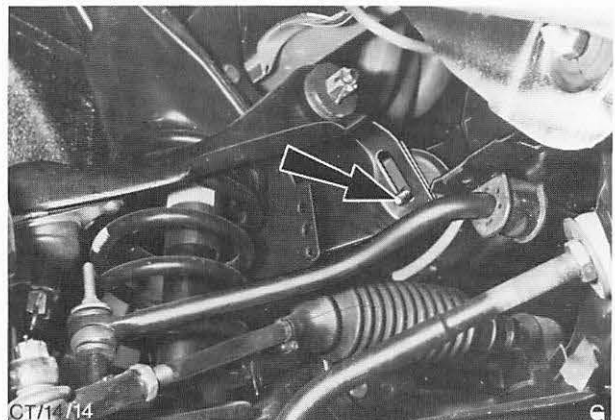

Abb. 6 Motorlager
7. Untere Mutter des Motorlagers rechts und links abschrauben und Unterlagscheiben entfernen. Abb. 6.